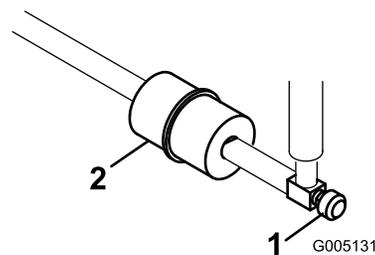

Bild 51
In die Kraftstoffleitung ist zwischen dem Kraftstofftank und dem Vergaser ein Filter eingebaut (Bild 51). Tauschen Sie diesen Filter alle 800 Betriebsstunden oder vorher aus, wenn der Kraftstofffluss beeinträchtigt wird. Stellen Sie sicher, dass der Pfeil am Filter vom Kraftstofftank weg ausgerichtet ist.
1. Schließen Sie den Kraftstoffhahn, lockern die Schlauchklemme an der Vergaserseite des Filters und ziehen die Kraftstoffleitung vom Filter ab (Bild 51).
2. Stellen Sie eine Auffangwanne unter den Filter, lockern die verbliebene Schlauchklemme und entfernen den Filter (Bild 51).